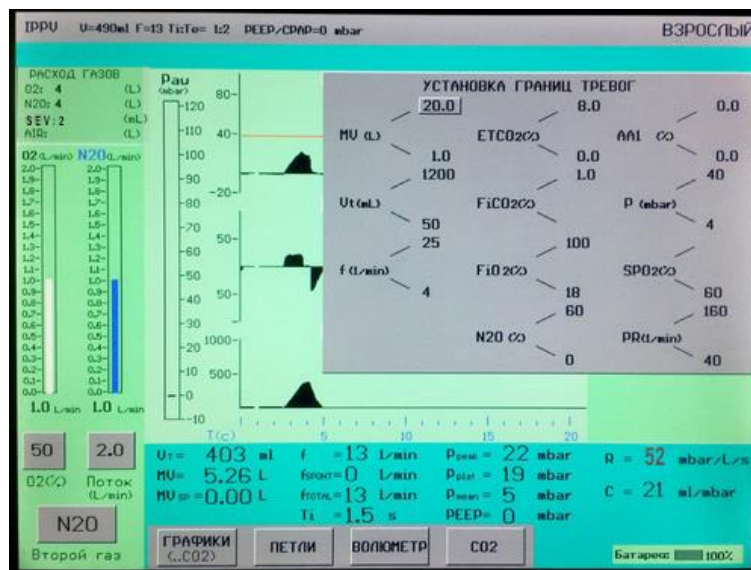

Рисунок 9 — Окно «Задаваемые параметры тревог»
4.5 Для просмотра и установки/изменения границ тревог нажмите кнопку 4 (см. рисунок 4). При этом на экране появится окно «Задаваемые параметры тревог» (см. рисунок 9) с заводскими установками.